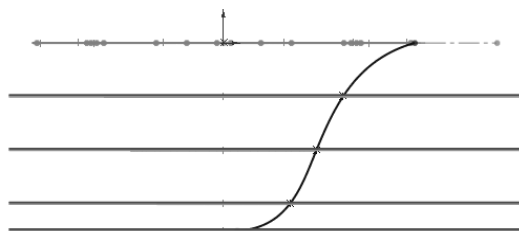

图 9-33 绘制草图
14) 绘制草图。选择“工具”→“草图工具”→“样条曲线”菜单命令，或者单击“草图”控制面板中的 $\mathcal{N}$ （样条曲线）按钮，捕捉圆的节点绘制样条曲线，结果如图 9-33 所示。单击 $\leftarrow$ （退出草图）按钮，退出草图。